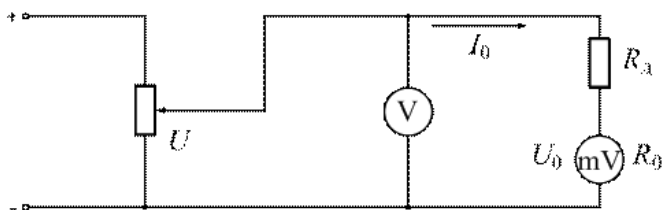

Рис. 5.1. Магнитоэлектрический прибор с добавочным сопротивлением.
1. Эквивалентные схемы исследуемых цепей (рис. 5.1, 5.2).
Для схемы с последовательным соединением двух магнитносвязанных катушек (рис. 5.1) уравнение 2-го закона Кирхгофа имеет вид:
2. Выполнить расчет схемы рис. 5.1 при согласном включении катушек и определить следующие величины: эквивалентное активное сопротивление R_3 , эквивалентное реактивное сопротивление X_3 , полное сопротивление Z , ток в схеме I , напряжения на отдельных участках U_1 , U_2 , U_R , фазный угол для источника энергии φ . Результаты расчетов внести в табл. 5.2.
- Изменить полярность включения катушек в схеме рис.5.1 и повторить расчет согласно п.2 для встречного включения катушек. Результаты расчетов внести в табл. 5.2. По результатам расчетов п.п. 2, 3 определить взаимное индуктивное сопротивление между двумя катушками $X_M = (X_{\text{э согл}} - X_{\text{э встр}})/4$.
Для измерения напряжения применяется схема, изображённая на рис. 5.1.